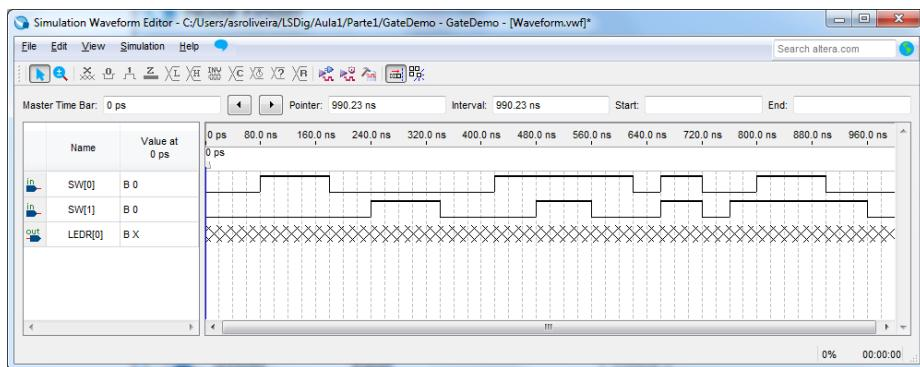

Figura 19 – Janela do simulador após a especificação das formas de onda dos sinais (vetores) de entrada.
12. Após premir “OK” poderá especificar os valores pretendidos para as entradas do circuito ao longo do tempo – o(s) valor(es) da(s) síntese(s) será(ão) determinado(s) durante a simulação. Utilize para tal o rato, selecionando os troços do diagrama temporal do sinal pretendido com o valor lógico que deseja que ele assuma (Figura 19).